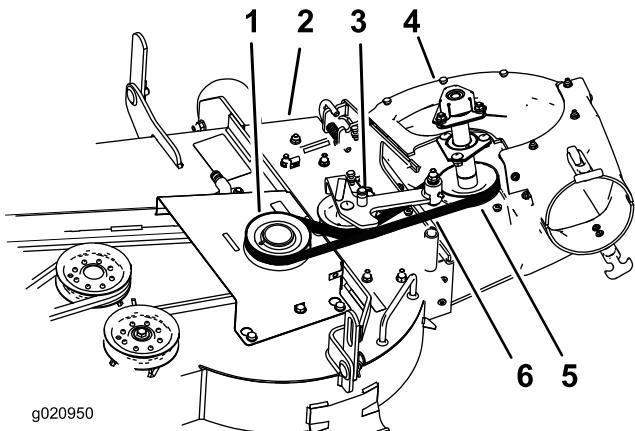

Figura 28
4. Tire hacia atrás de la polea tensora tensada con muelle para aliviar la tensión de la correa (Figura 28).
8. Instale la correa nueva alrededor de las poleas del soplador (Figura 28).
10. Instale la correa nueva alrededor de la polea de la carcasa de corte (Figura 28).
13. Tire hacia atrás de la polea tensada con muelle y pase la correa por la misma (Figura 28).